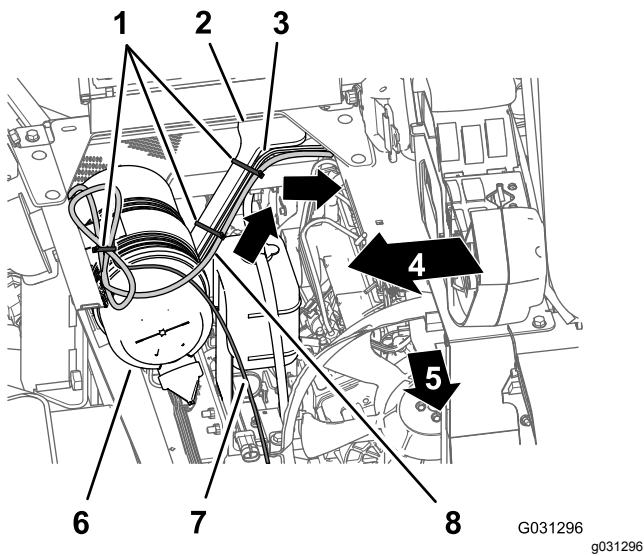

Figure 138
- Acheminez la branche de 220 cm du faisceau électrique du système de navigation transversalement à l'angle du boîtier du siège et vers le bas le long du support gauche du carénage du moteur Figure 138.
2. Fixez le faisceau au support du carénage du moteur avec des attache-câbles (Figure 138).